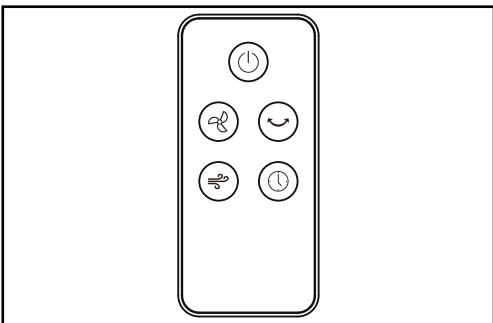

Fig. 3
- Switch the appliance on by pressing the ON/OFF button (F) on the control panel (C) or the remote control. The appliance will start emitting air at low speed.
- Use the control panel (C) or the remote control (Fig. 3) to set the required functions:
- Remarque :** *Toutes les fonctions décrites peuvent également être activées avec la télécommande (Fig. 3).*
- Allumez l'appareil en appuyant sur la touche d'alimentation (F) du panneau de contrôle (C) ou de la télécommande. L'appareil commencera à émettre de l'air à faible vitesse.
- Agissez sur le panneau de contrôle (C) ou la télécommande (Fig. 3) pour régler les fonctions souhaitées :
- VITESSE :** appuyez plusieurs fois sur la touche (G) pour modifier la vitesse du flux d'air souhaitée (3 vitesses, puis retour à la vitesse lente). Les témoins lumineux du panneau (I) s'allument pour indiquer la vitesse sélectionnée.